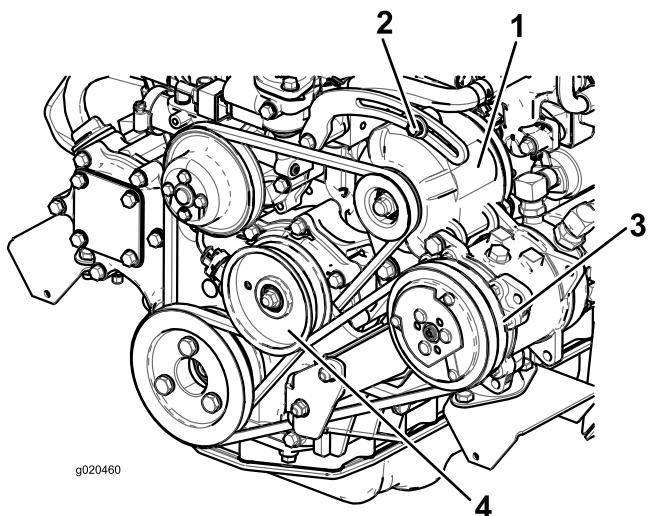

Figura 75
Si la desviación no es de 10 mm (⅜"), afloje los pernos de montaje del alternador (Figura 75).
- Si la desviación no es de 10 mm ( $\frac{3}{8}$ "), afloje el perno de montaje de la polea tensora (Figura 75).